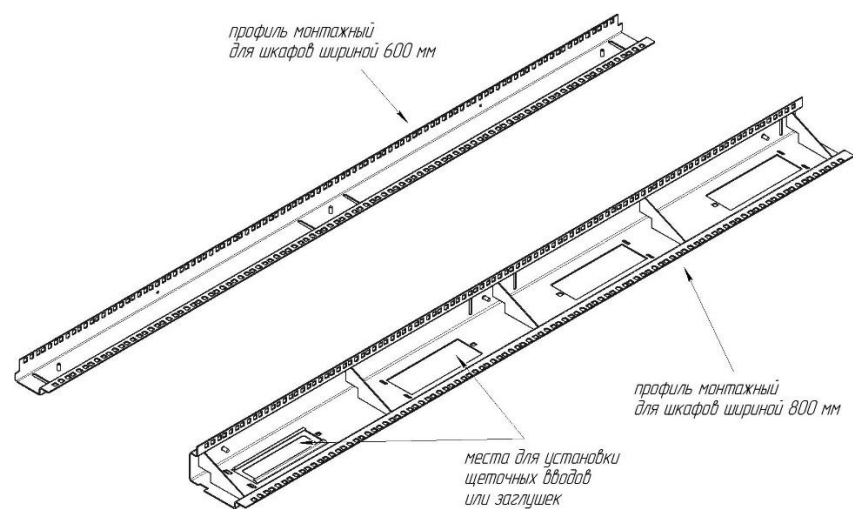

Рис.3-1.
2-профили монтажные (25) для шкафов шириной 600 мм и 800 мм – отличаются. Отличие см. на рис. 3-1